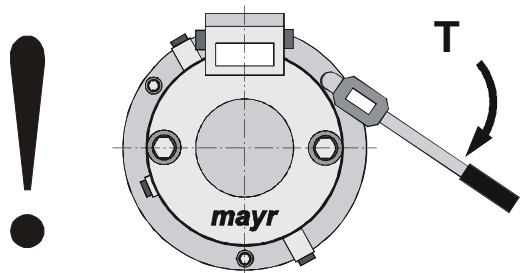

Fig. 7
7. Visser le frein à l'aide des écrous borgnes (19) et des rondelles (20), fig. 7. **Eviter tout coincement !**